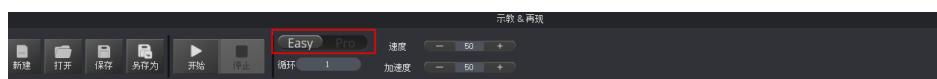

图 5.202 高级功能切换
**步骤 1** 在“示教&再现”页面单击 **Easy**，切换至高级功能页面，如图 5.202 所示。